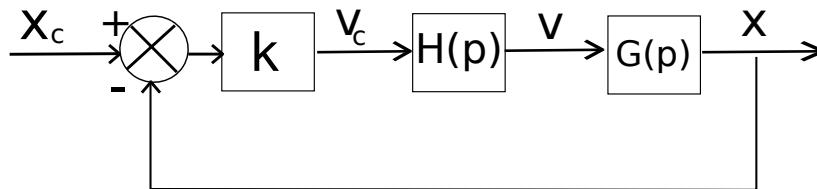

FIGURE 3 – Schéma-bloc du système en boucle fermée complet.
On souhaite désormais asservir la position $x(t)$; pour cela, on met en place une seconde boucle de correction, selon la loi de commande $v_c(t) = k(x_c(t) - x(t))$ où $x_c(t)$ est la consigne en position. La structure globale du système ainsi obtenu est donnée en Figure 3.
9. Calculer la fonction de transfert de la boucle fermée de la Figure 3 en fonction de k .